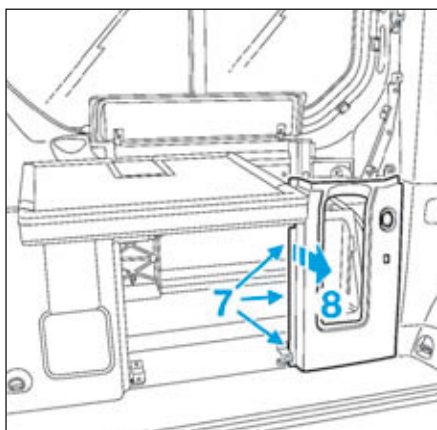
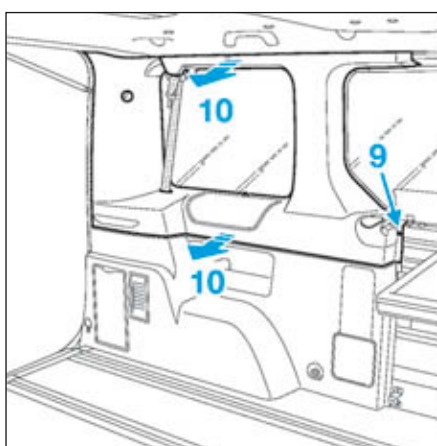

FIG.45
FIG.46
- Décoller en (7) (ruban double face) la garniture de poubelle (Fig.45).
- Déclipper la garniture de poubelle (8).
- Dévisser la butée (9) (Fig.46).